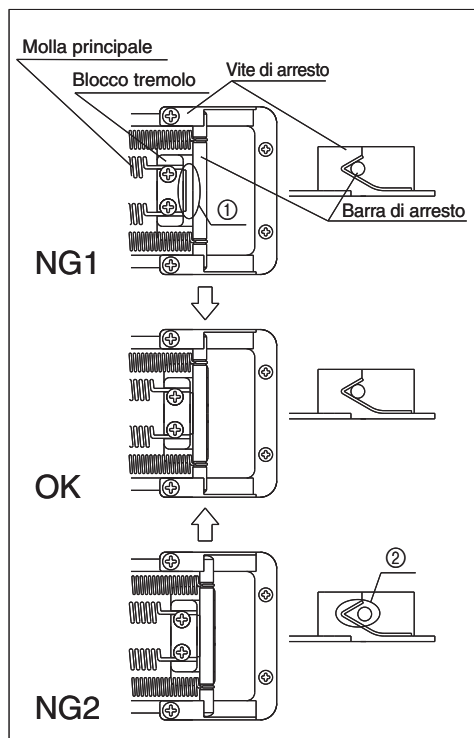

Fig. 40
Con la chitarra accuratamente accordata, controllare che la barra di arresto tocchi il blocco tremolo e la vite di arresto (Fig. 40 OK).
Se la barra di arresto non tocca il blocco tremolo (Fig. 40 NG1-①), ruotare in senso antiorario la manopola di regolazione della molla principale per allentarla.
Se la barra di arresto non è in contatto con la vite di arresto (Fig. 40 NG2-②), ruotare in senso orario la manopola di regolazione della molla principale per serrarla.